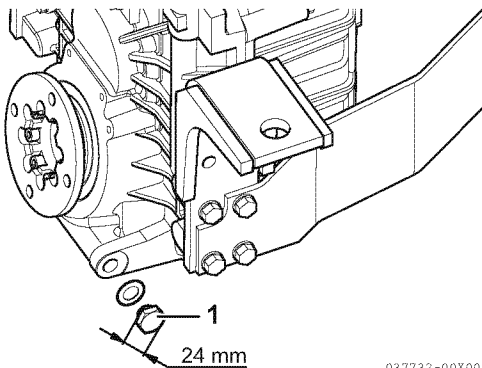

Abbildung 1
2. Verwenden Sie einen 24-mm-Schlüssel zum Entfernen des M16-Ablasstopfens (1, **Abbildung 1**).